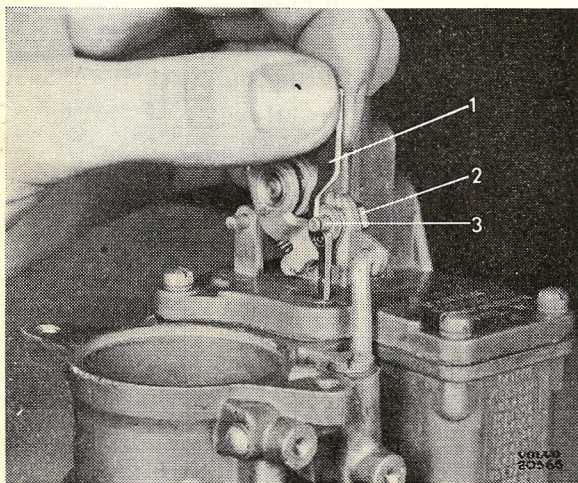

Bild 92.
Bensinregleringsnålen justeras genom att placera jiggen T 109—26 i nålens läge (se bild 92). Med slutet gasspjäll lossas muttern (2) på nålhållaren (3), varefter denna passas in i urtaget på jiggen (1). Drag åt muttern och montera regleringsnålen. Se till att nålen kommer rätt i munstycket.